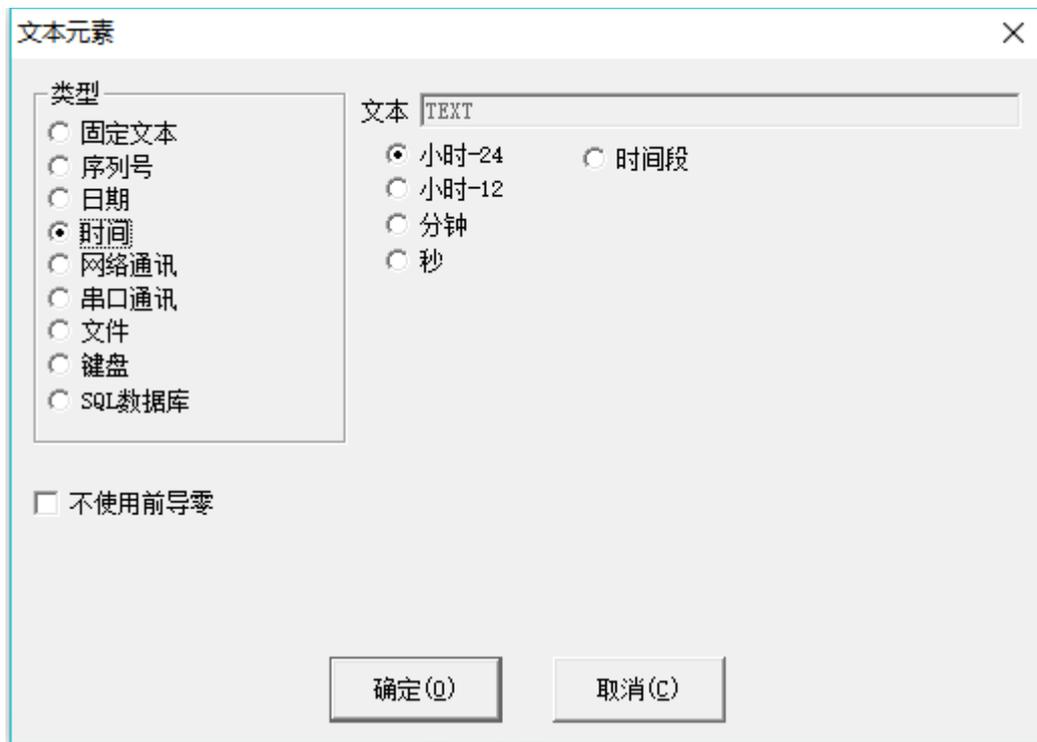

图 4-42
**4) 时间:** 时间元素是加工过程中系统自动从计算机中取时间信息的文本元素。当用户选择了时间元素时在文本元素对话框中会自动显示出时间元素的参数定义, 如图 4-42 所示。